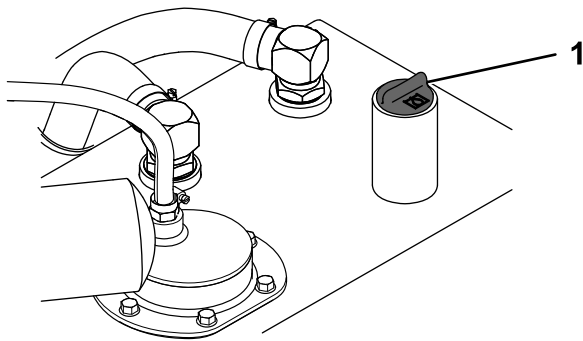

Figura 73
6. Limpie la zona alrededor del cuello de llenado del depósito de fluido hidráulico (Figura 73).